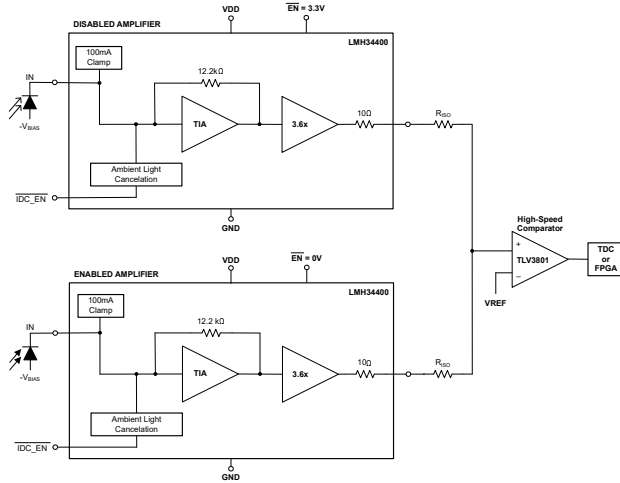

图 3. 基于 TDC 的设计中采用双通道多路复用配置的 LMH34400 和可选比较器
- 断电模式支持该器件用于多通道系统中，无需额外的分立式多路复用器（图 3）。